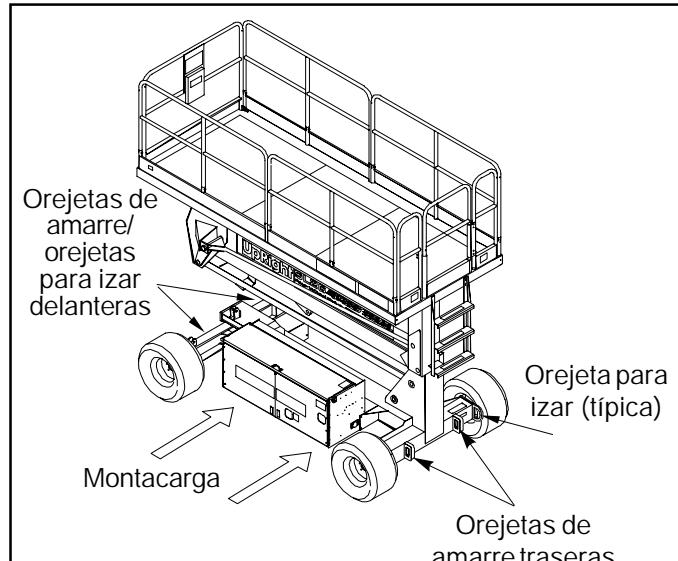

Figura 5: Transporte de la plataforma de trabajo
Levantar con el montacarga desde el costado del chasis, por debajo de los módulos (Figura 5).
1. Fijar las correas a las orejetas para iar del chasis solamente (Figura 5).
2. Sujetar la plataforma de trabajo al vehículo de transporte con cadenas o correas de la capacidad de carga adecuada sujetas a las orejetas de amarre del chasis (Figura 5).